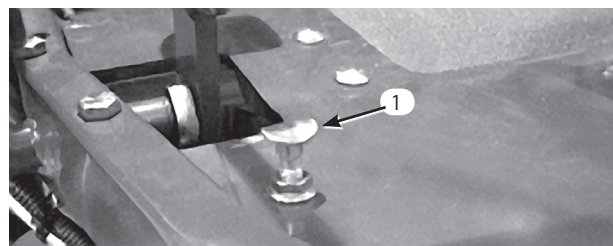

図52
モードレバーを「移動走行」位置にセットし、ペダルを一杯に踏み込めば最高速度となります。ケーブルに張力が掛かる前にペダルがストップ (図52) に当たる場合には調整が必要です。
1. モードレバーを「移動走行」位置にセットし、ペダルストップを固定しているロックナットをゆるめる (図52)。